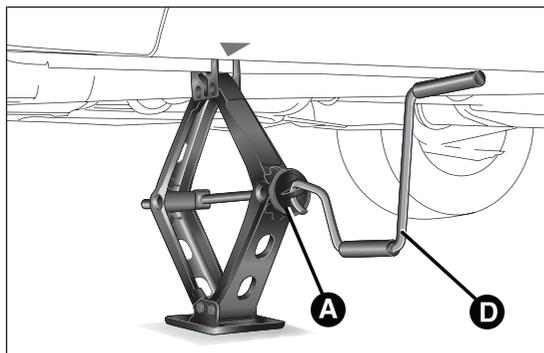
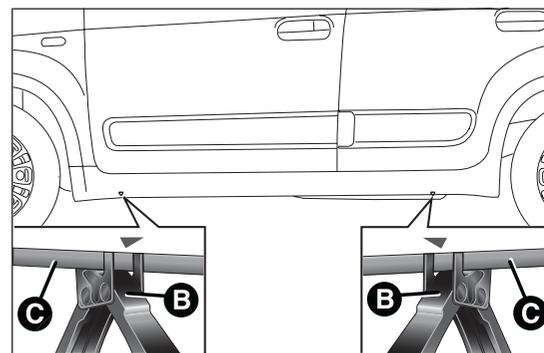

fig. 111
fig. 112
- actionner le dispositif A fig. 111 de façon à détendre le cric jusqu'à ce que la partie supérieure B fig. 112 s'insère correctement sur le longeron C (au niveau du signe ▽ repris sur le longeron) ;
- introduire la manivelle D fig. 111 dans le logement sur le dispositif A, actionner le cric et soulever la voiture, jusqu'à ce que la roue se soulève du sol de quelques centimètres ;